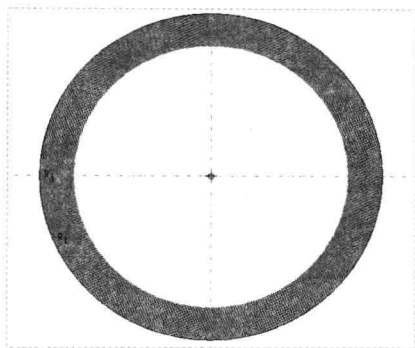

图 9-90 绘制草绘截面
Step 03 弹出“填充”选项卡,在绘图区选择模型的底面作为草绘平面,进入草绘环境,单击“草绘”选项卡中的相应按钮,绘制截面,如图 9-90 所示。